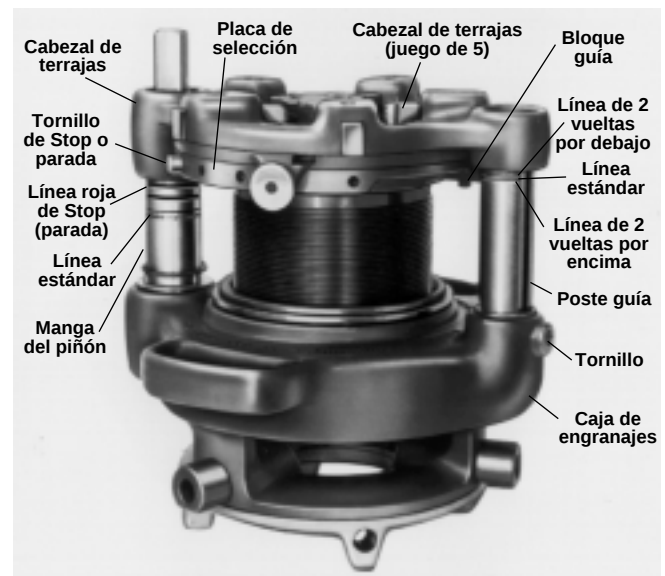

Figura 14 – Roscador a engranajes No. 141 mostrando la manga del piñón y las líneas de referencia en el poste guía
1. Extraiga el tornillo de sujeción (*Figura 14*) de la placa de selección.
3. Extraiga el juego de terrajas gastadas (*Figura 14*) y meta el nuevo juego de terrajas.
5. Suelte el interruptor de pie cuando la línea roja STOP (pare) aparezca en la manga del piñón (*Figura 14*).
- Durante el roscado moje las terrajas con Aceite para Cortar Roscas RIDGID, empleando la Aceitera No. 418 RIDGID, para que las terrajas tengan una larga vida útil. Suelte el interruptor de pie cuando aparezca la línea roja de stop (pare) en la manga del piñón. (Figura 14)